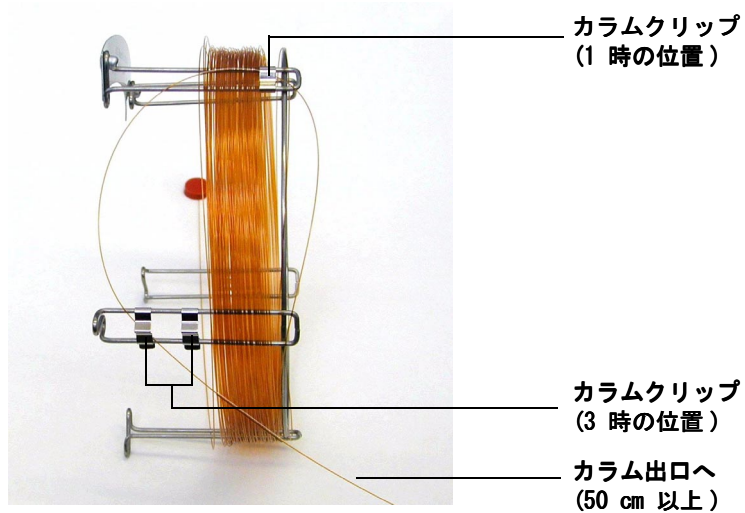

図 6 3 時の位置からカラムを通す
- 5 次にカラム出口がカラムケージの後方に来るように、3 時の位置にあるクリップからカラム出口を通します。2 個のクリップの間にあるカラムの一部がカラムラベル上に伸びていないことを確認します。図 6 を参照してください。